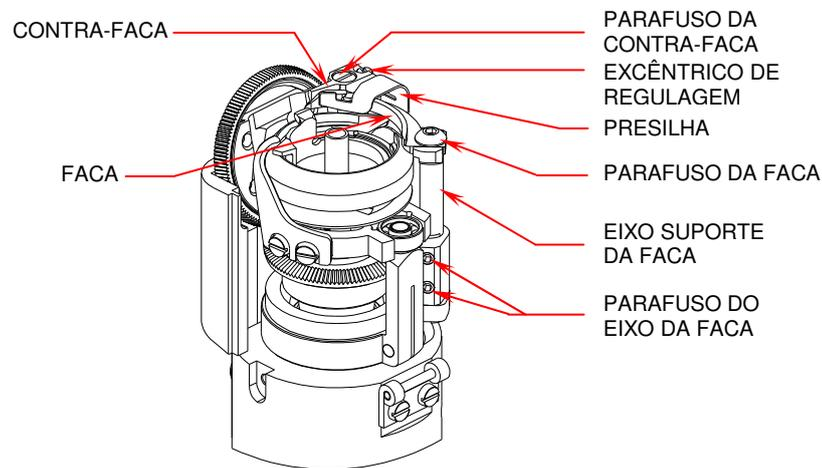

Fig.20
10. Encaixe a haste do dispositivo centralizador no rasgo do eixo onde será encaixada a faca. Caso o dispositivo não encaixe no rasgo do eixo, solte o parafuso do fixador ajustável (Fig.20) e gire o eixo para a direita ou esquerda até que o dispositivo se encaixe corretamente no rasgo do eixo. Aperte o parafuso do fixador ajustável;
13. Para regulagem da altura da faca, solte os parafusos do eixo da faca (Fig.20) e leve-o para cima até que a aba da faca encoste-se na contra-faca. Afaste a faca até dar passagem de luz entre a faca e a contra-faca.